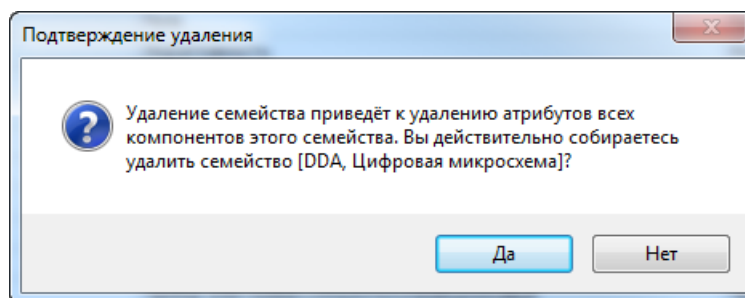

Рис. 41 Подтверждение удаления
5. В окне «Подтверждение удаления» нажмите «Да» для подтверждения удаления атрибута, либо «Нет» для отмены действия, Рис. 41.